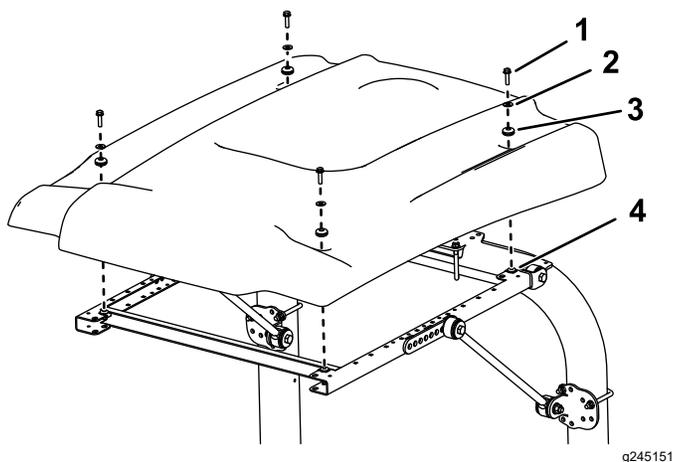

Figura 32
15. Durante l'allineamento dei fori di montaggio, posizionate il parasole sul telaio come mostrato in Figura 32.
16. Montate, senza serrarlo, ciascun angolo del parasole sul telaio con un bullone a testa flangiata (5/16" x 1/4") con una rondella piccola e un gommino (Figura 32).